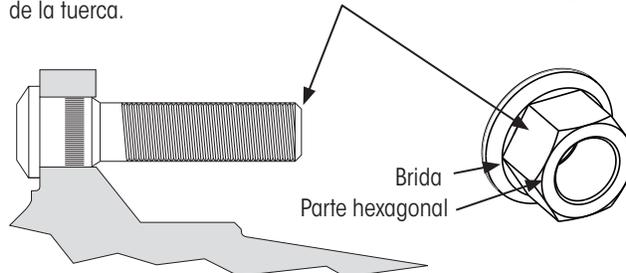

Figura 54: Lubricación de birlo y tuerca con brida de dos piezas
- C. **Aplique** dos gotas en el punto entre la brida y la parte hexagonal de la tuerca (Figura 54).